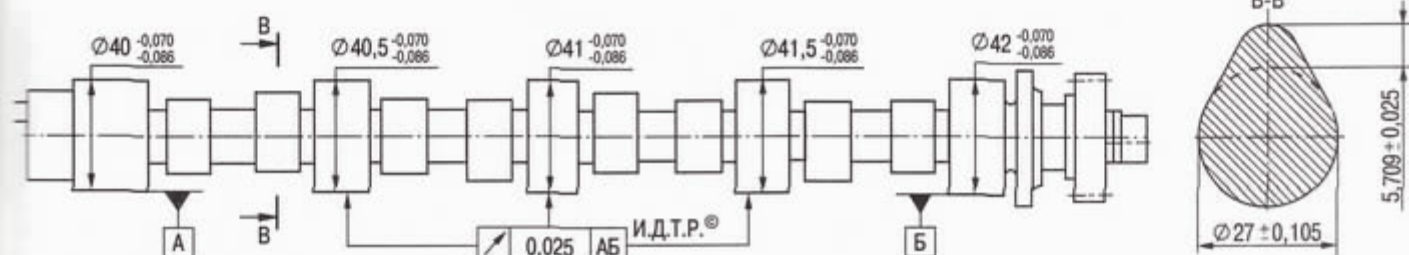

Рис. 5.3. Контрольные размеры распределительного вала
10. Измерьте диаметры опорных шеек распределительных валов (рис. 5.3) и их подшипников, вычислите зазоры в подшипниках валов, определяемые разностью между диаметрами подшипников в головке блока цилиндров и диаметрами шеек. При износе, превышающем допустимый, замените распределительный вал, так как перешлифовка шеек на ремонтный размер не предусмотрена. Распределительный вал заменяют в следующих случаях: